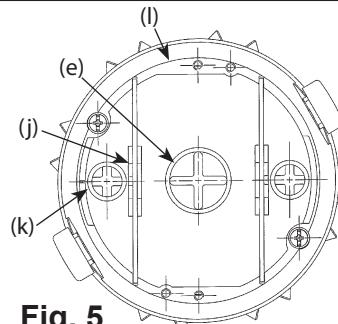

Fig. 5
- b. For applications with a combination of power and data, dividers (i) must be inserted between power devices and data devices into slot (j), Fig 5.
- b. Quant aux applications d'énergie et de données combinées, des séparateurs (i) doivent être insérés dans les fentes (j) entre les dispositifs d'énergie et de données, Fig. 5.